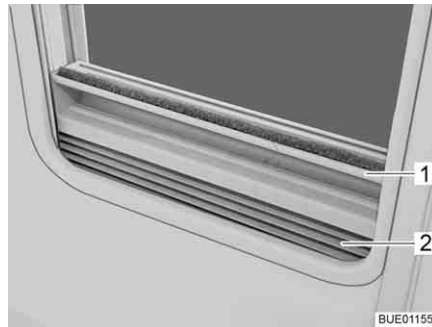

Fig. 61 Estore opaco plissado
- Pegue no estore opaco plissado (Fig. 61,2) pelo meio da régua de manipulação (Fig. 61,1), puxe-o de baixo para cima e largue à altura pretendida. O estore opaco plissado fica parado a essa altura.